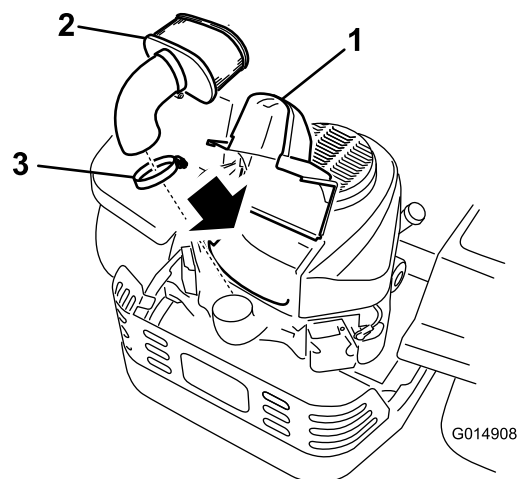

Figure 28
3. Nettoyez la surface autour du couvercle du filtre à air pour éviter que des impuretés n'endommagent le moteur en tombant à l'intérieur. Soulevez le couvercle et déposez le collier qui fixe le filtre à air au moteur (Figure 28).
4. Desserrez le collier de flexible et retirez l'élément en papier (Figure 28).